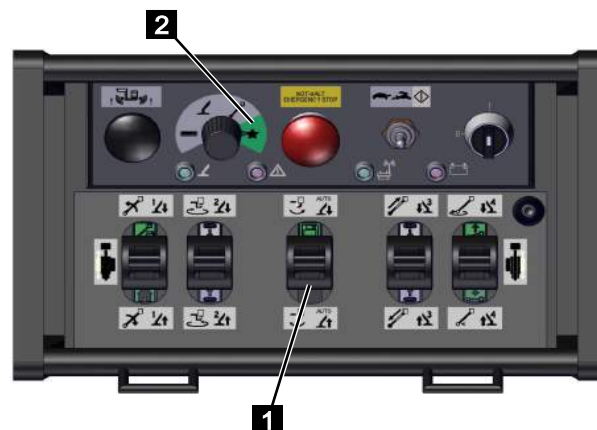

Fig. 151
3. Mettre le sélecteur de fonction de la commande radio sur [Fonction spéciale] (vert) (Fig.151/2).
4. Tirer le levier de commande (Fig.151/1) vers l'arrière et le maintenir dans cette position jusqu'à ce que les appuis soient rentrés.